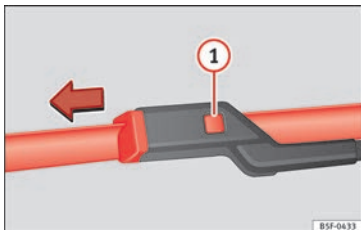

Abb. 62 Scheibenwischerblätter der Frontscheibe auswechseln.
- Entriegelungstaste »» **Abb. 62** gedrückt halten und leicht das Scheibenwischerblatt in Pfeilrichtung abziehen.